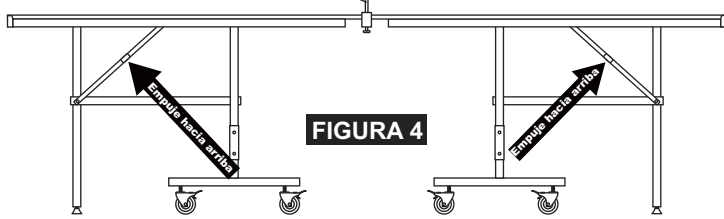

FIGURA 4
1. Retire los componentes de la Red y empuje las bisagras hacia arriba como se muestra en la **FIGURA 4**.